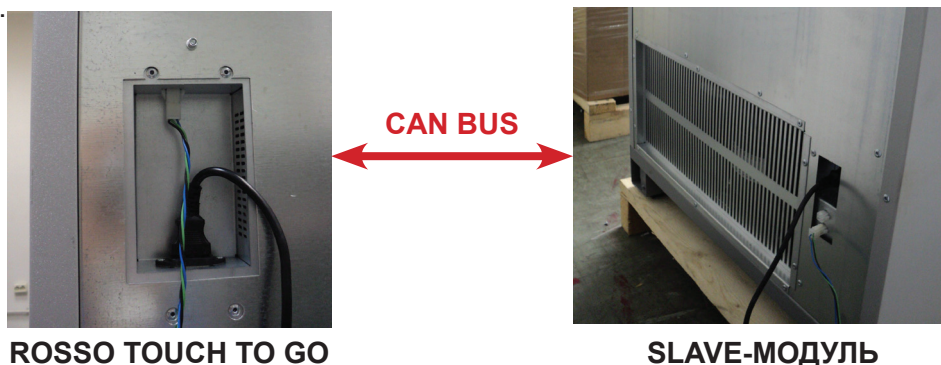

Рисунок 5.4
- Соединить автомат MASTER (ROSSO TOUCH TO GO) и SLAVE-модуль с помощью кабеля CAN BUS (см.рис.5.4).